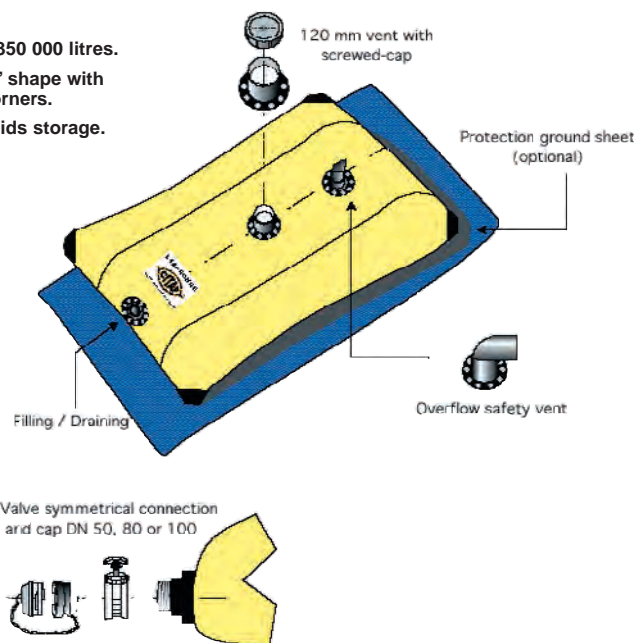

Fig 9. LABARONNE-CITAF flexible tank. <http://www.labaronne-citaf.com>
- 1 x 4 m³ tank for clean waters used for showers, washing machine, hot water and adiabatic fog under the roof and on the outdoor vegetal saloon. The flexible tanks are made by LA BARONNE-CITAF company (see Fig.9). They are equipped with a waste outlet on the top (120 mm diameter) and a filling hose (3/4' diameter). The clean water tanks can be filled from the Northern al-
- 1 x 4 m³ pour l'eau potable propre utilisée pour les douches, l'ECS et le rafraîchissement adiabatique en sous-toiture PV et pour le salon végétal extérieur. Ces cuves souples sont fabriquées par la société LABARONNE-CITAF (Cf. Fig.9). Elles sont équipées d'une valve de vidange de 120 mm sur le dessus et d'une valve de remplissage 3/4' sur le côté. La cuve de 4m³ d'eau po-